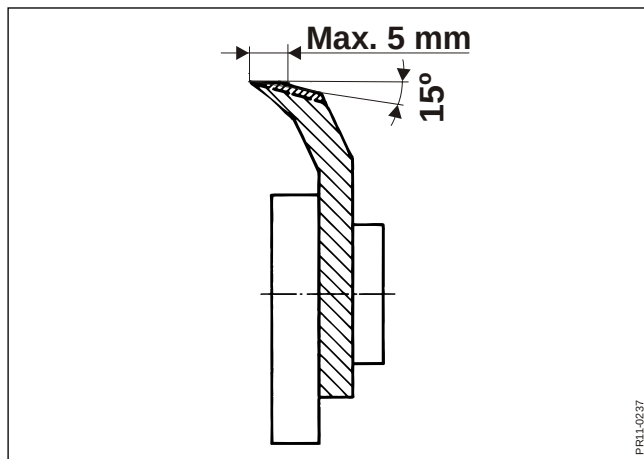

Fig. 5-5
- Fig. 5-5** For at undgå unødigt kraftforbrug under snitning og ekstra stort slid på slibestenen, må der foretages en grovslibning eller afretning af knivene (bagkant slibes ned i en vinkel på ca. 15°), når skærekanten er 5 mm bred eller derover.